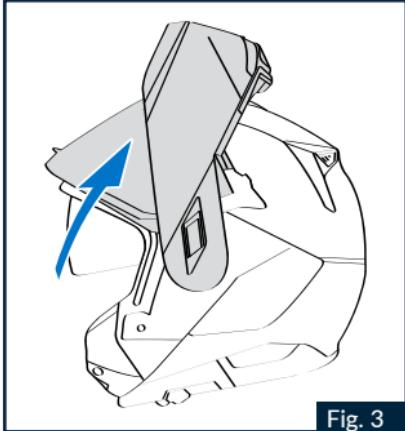
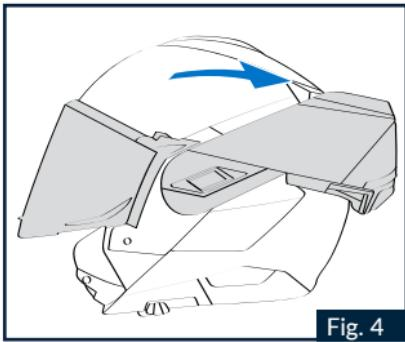

Fig. 3
Fig. 4
1.3 Das Kinnteil nach vorne ziehen und seine Drehbewegung nach oben (Abb.3) bis zum Erreichen seiner Anschlagposition auf der Rückseite der Schale begleiten (Abb. 4).
2.1 Das Kinntteil nach vorne drehen und die Drehbewegung dabei begleiten, bis das Einrasten des Schließmechanismus zu hören ist (Abb.3).